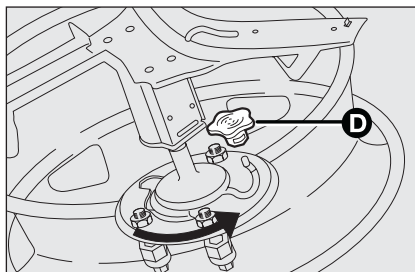

fig. 9d
- raccrocher la roue au support en la faisant tourner jusqu'à la fin de la fissure (comme illustré sur la fig. 9d) et visser le pommeau D-fig. 9d;